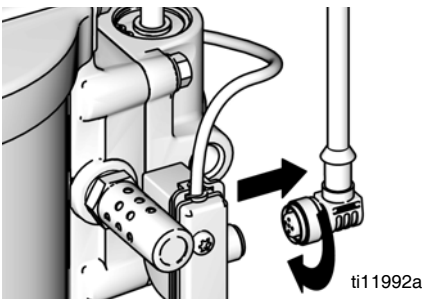

ABB. 10. DataTrak trennen
1. Schrauben Sie das Kabel von der Rückseite der Reed-Schalteneinheit ab. Siehe ABB. 10.